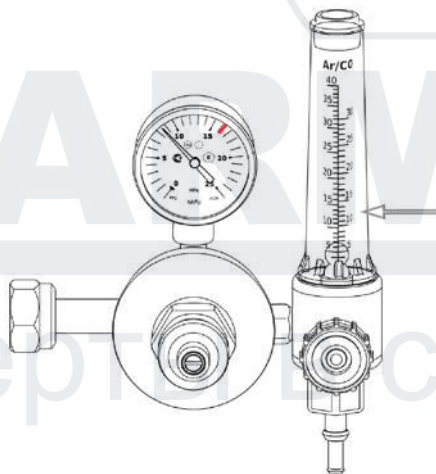

Рис. 13.2. Расход защитного газа.
6. С помощью регулятора (См. рис. 13.2) установите необходимый расход защитного газа (от 4 до 25 л/мин в зависимости от выполняемых задач или см. таблицу 14.5).